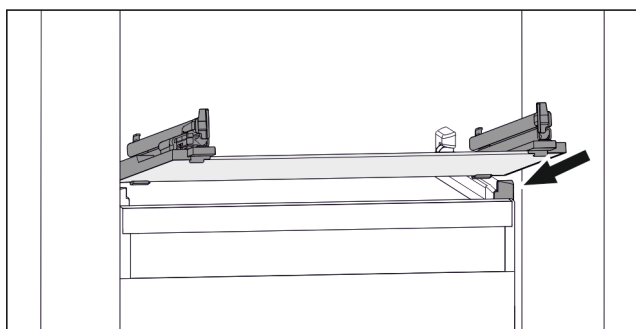

Fig. 134 Simbolična slika steklene plošče
- ▶ Stekleno ploščo postavite v poševnem položaju za zaustavljalniki. (glejte Fig. 134)